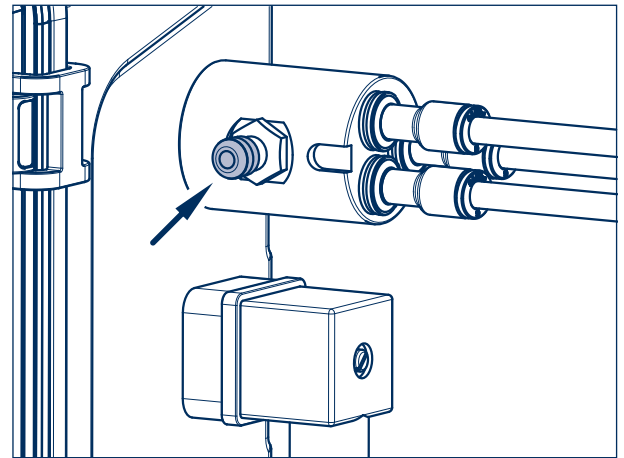

Figura 15
- [1] Retire el capuchón de la conexión de prueba (flecha, figura 15).
- [3] Abra la válvula de cierre en la AirSave Control Box (842).